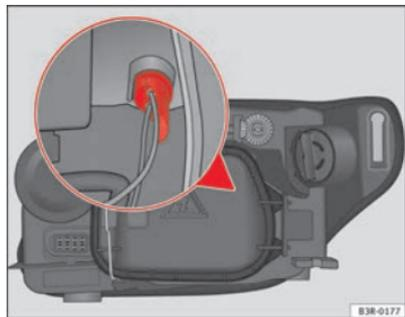

Fig. 207 Ampoule feux de position
- Retirez le support d'ampoules en le saisissant par la base ⇒ fig. 207 (on peut aussi l'extraire en tirant les câbles du support).